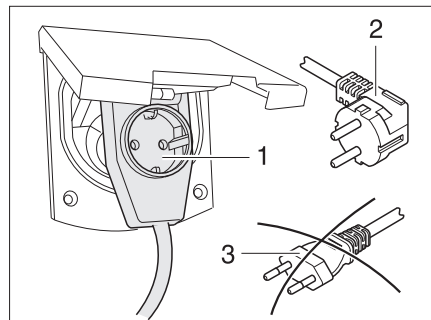

Fig. 99 Raccordement à un adaptateur coudé avec prise de courant
- ▶ Lors de l'utilisation d'un adaptateur coudé CEE 17 muni d'une prise à l'arrière (Fig. 99,1), se servir uniquement d'un connecteur en caoutchouc et scellé IP 44 avec contact de mise à la terre (Fig. 99,2). Ne pas utiliser de connecteur sans contact de mise à la terre (Fig. 99,3). Danger d'électrocution !